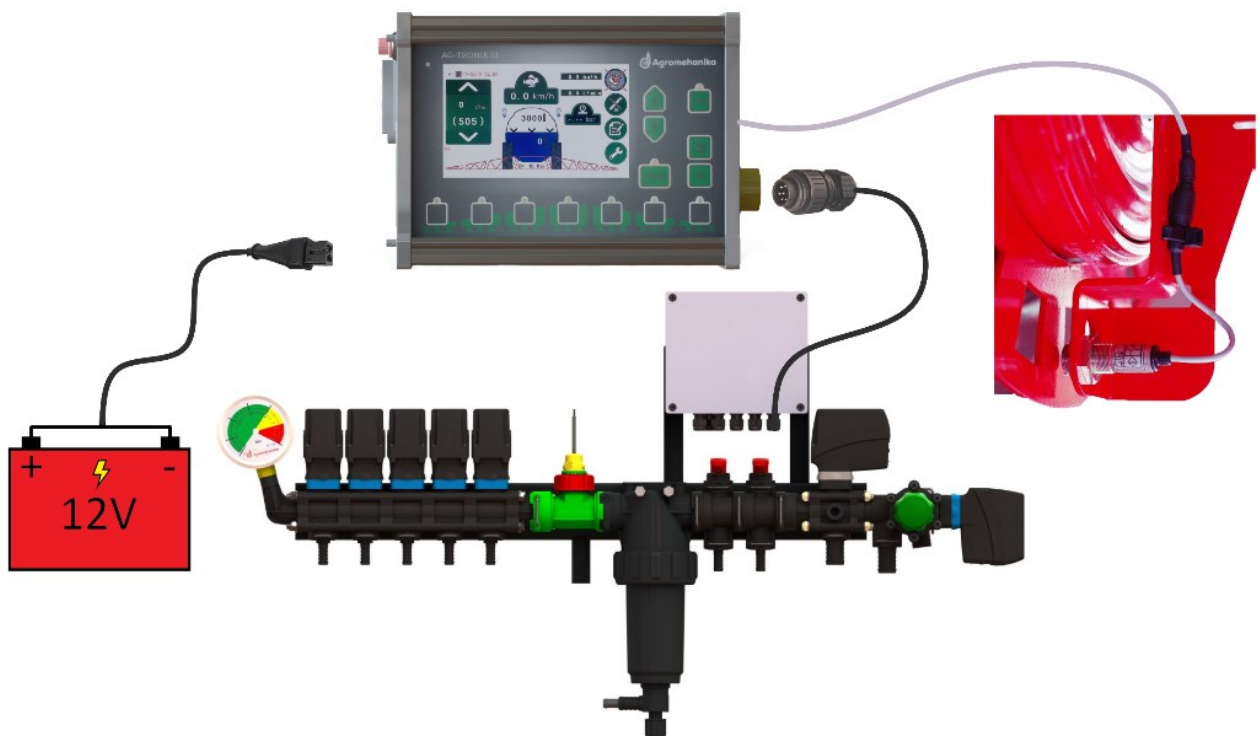

Bild 5
- Den Geschwindigkeitssensor in den entsprechenden Eingang von AG-TRONIK stecken (Bild 5).
- Die Versorgung in den entsprechenden Eingang von AG-TRONIK stecken (Bild 5).
- Den Regler in den entsprechenden Eingang von AG-TRONIK stecken (Bild 5).